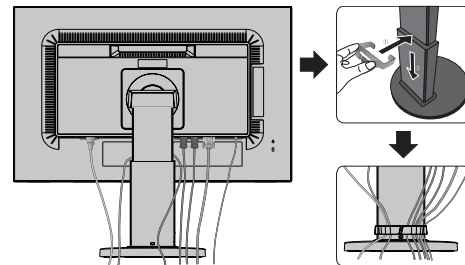
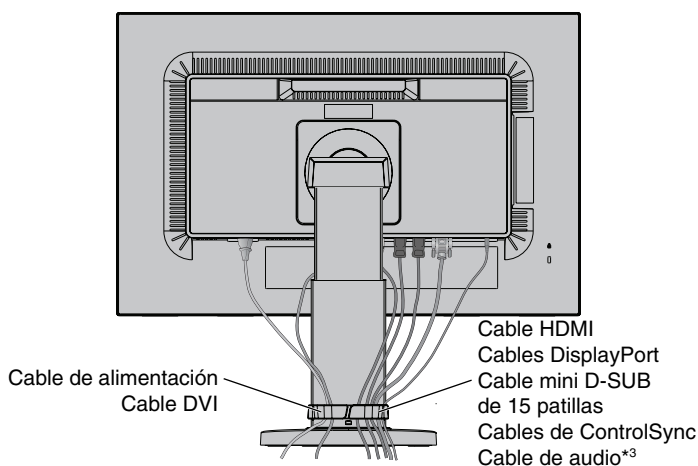
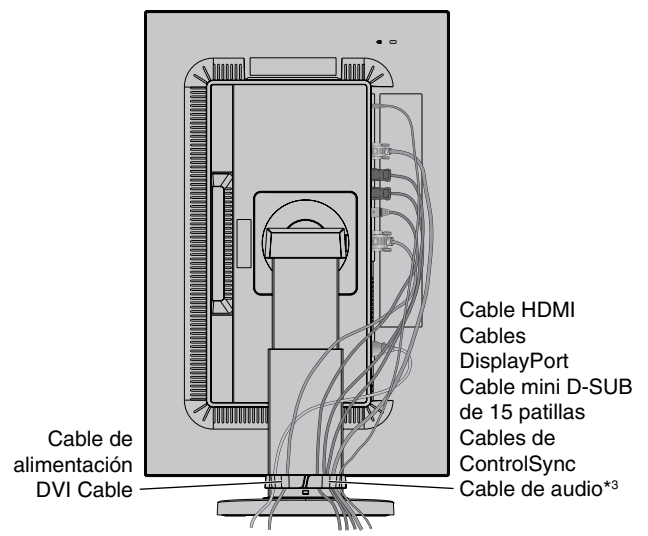

Figura C.2
Figura C.3
Figura C.4
- Coloque el pasacables en el soporte (**figura C.2**). Sujete los cables en el pasacables y distribúyalos uniformemente (**figura C.3 y figura C.4**).